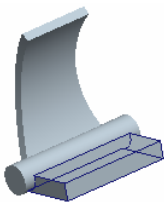
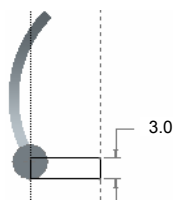

图 5.38.96 拉伸 4
图 5.38.97 截面草图
Step6. 创建图 5.38.96 所示的拉伸特征 4。在操控板中单击“拉伸”按钮 。选取 FRONT 基准平面为草绘平面，选取 RIGHT 基准平面为参考平面，方向为 **右**；单击 **草绘** 按钮 ，绘制图 5.38.97 所示的截面草图，在操控板中选择拉伸类型为 ，输入深度值 20.0。单击  按钮，完成拉伸特征 4 的创建。